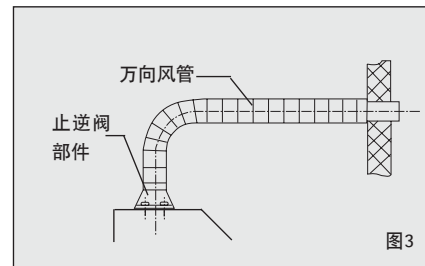

图3
2、将万向风管插入止逆阀座的槽内，并用2只ST3X8的十字槽盘头螺钉紧固于止逆阀部件上（如图3）。
- 3、将万向风管按图3所示引出室外或排烟通道。